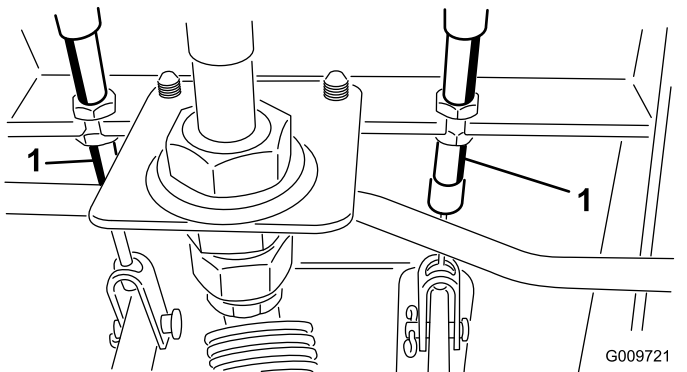

Bild 104
- A. Lockern Sie die vordere Mutter an der Gewindeseite des Bremszuges (Bild 104).